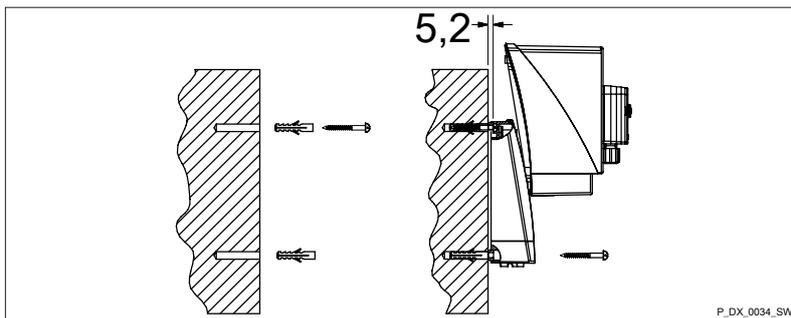

Fig. 6: Montaje en la pared, posición de estacionamiento. Medidas en mm (no a escala).
2. ➤ Realice las perforaciones con una broca de $\varnothing 8$ e inserte los tacos suministrados. Véase Fig. 6.